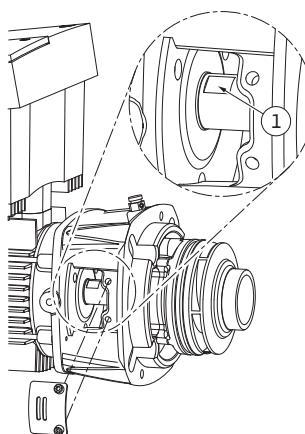

Fig. 54: Miejsca przyłożenia klucza na wale
15. Wprowadzić w otwór latarni klucz płaski, optymalny rozmiar klucza 22 mm i przytrzymać wał za miejsca przyłożenia klucza (Fig. 54, poz. 1). Wykręcić nakrętkę wirnika (Fig. 7, poz. 15). Wirnik (Fig. 7, poz. 16) zostaje automatycznie zdjęty z wału.
- 24. Podczas montażu wirnika wprowadzić w okienko latarni klucz płaski, optymalny rozmiar klucza 22 mm, i przytrzymać wał za miejsca przyłożenia klucza (Fig. 54, poz. 1).